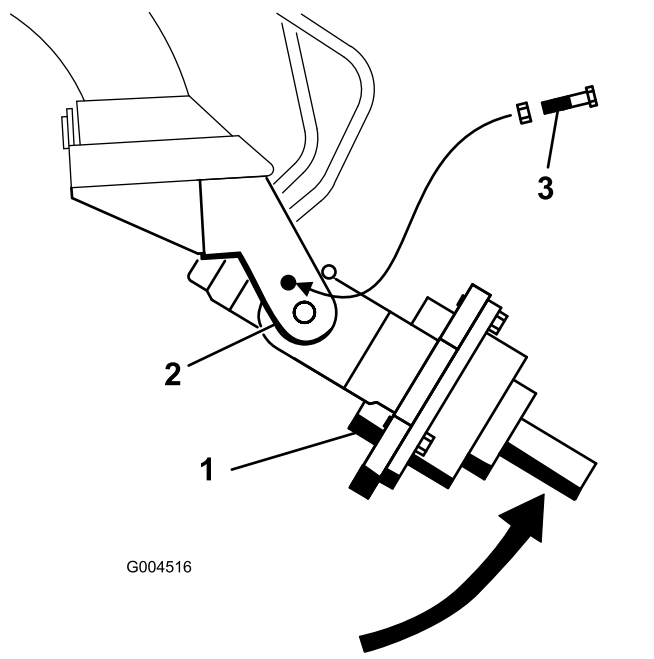

Рисунок 5
4. Вручную вращайте приводную головку шнека вверх до тех пор, пока не появится возможность вставить болт (1/2 x 2-1/2 дюйма) в отверстие рычага люльки, зафиксировав тем самым приводную головку. Слегка зафиксируйте болт фланцевой гайкой (1/2 дюйма) (Рисунок 5).